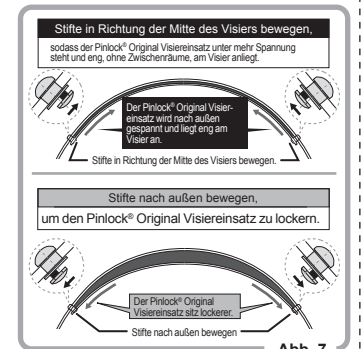

Abb. 7
2. Verstellen Sie die Position der Stifte, indem Sie diese mit einem entsprechenden Werkzeug drehen. (Abb. 7)